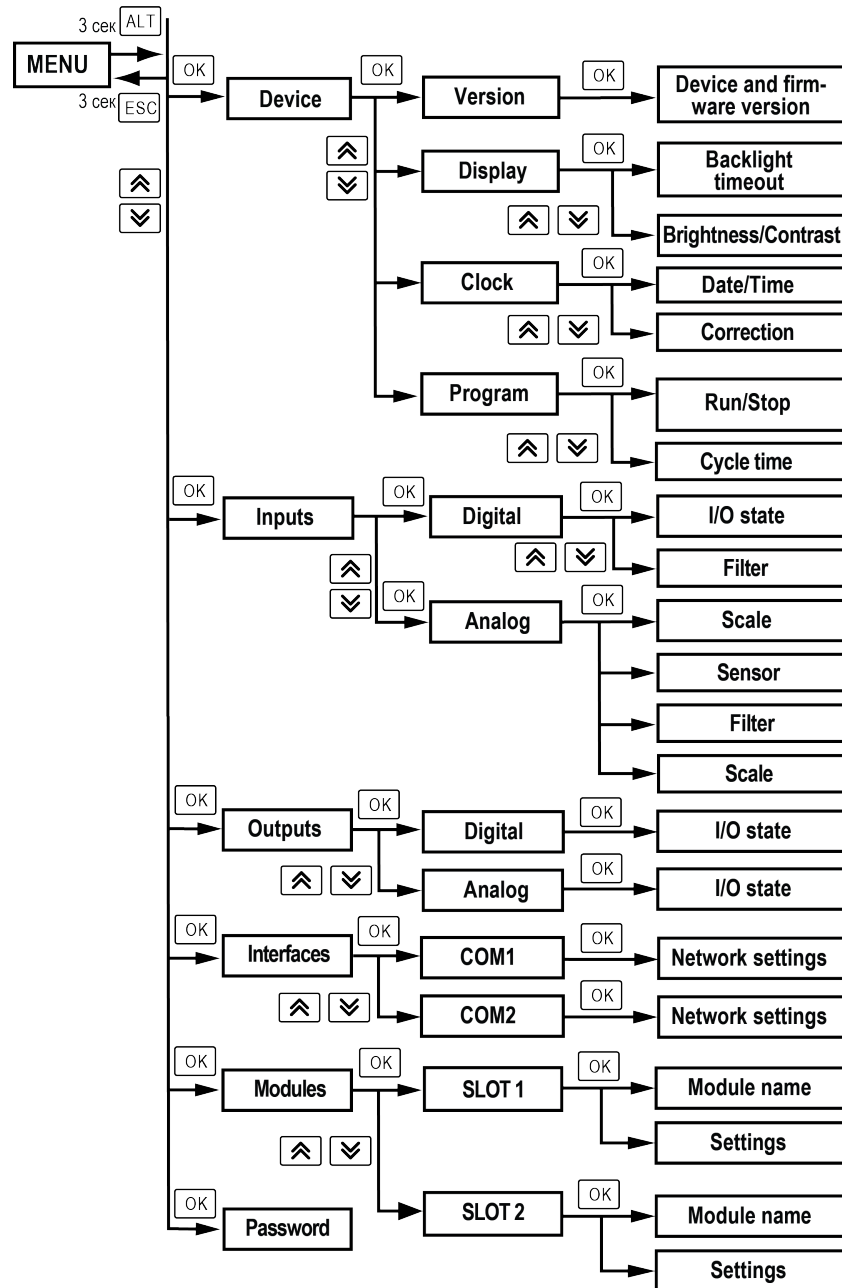

Abb. 6.3 System-Menü
1. Verbinden Sie die PR200-Programmierschnittstelle (Abb. 6.3, Pos. 4) über ein USB-auf-microUSB-Verbindungskabel mit dem PC.